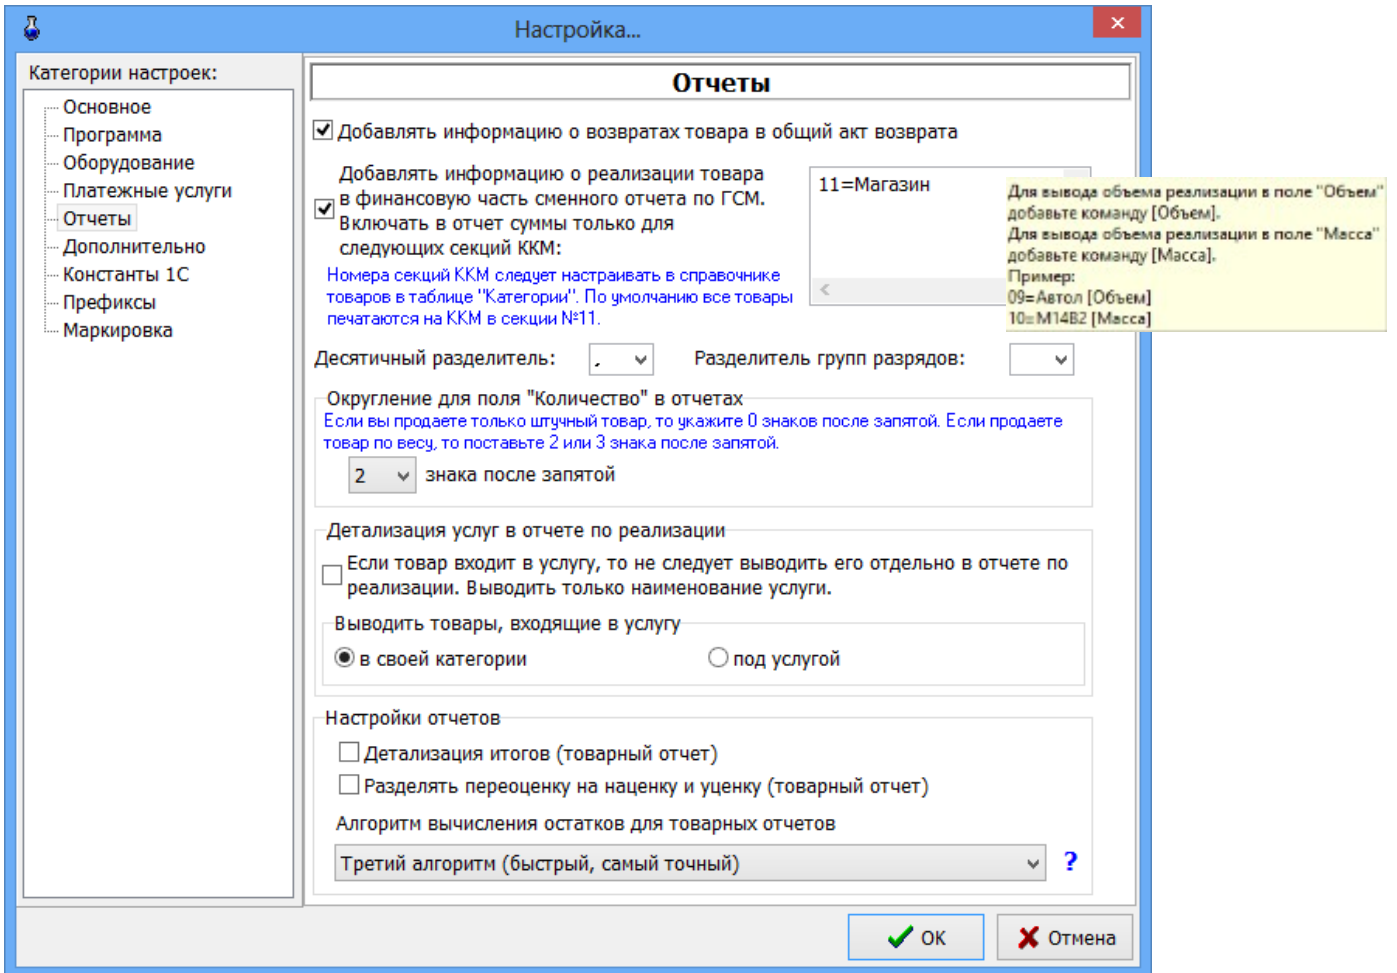

Рис. 16
1. «Добавлять информацию о реализации в фин. отчет для следующих секций ККМ», при наличии галочки информация о реализации товаров будет попадать в сменный отчет по ГСМ. Любую категорию товара можно отделить от магазина, присвоив ей другой номер секции ККМ (например, 9=МАСЛА). Чтобы в сменном отчете кроме суммы отображался объем(шт) или масса задайте после наименования секции через пробел дополнительный параметр в квадратных скобках (см рис.16).